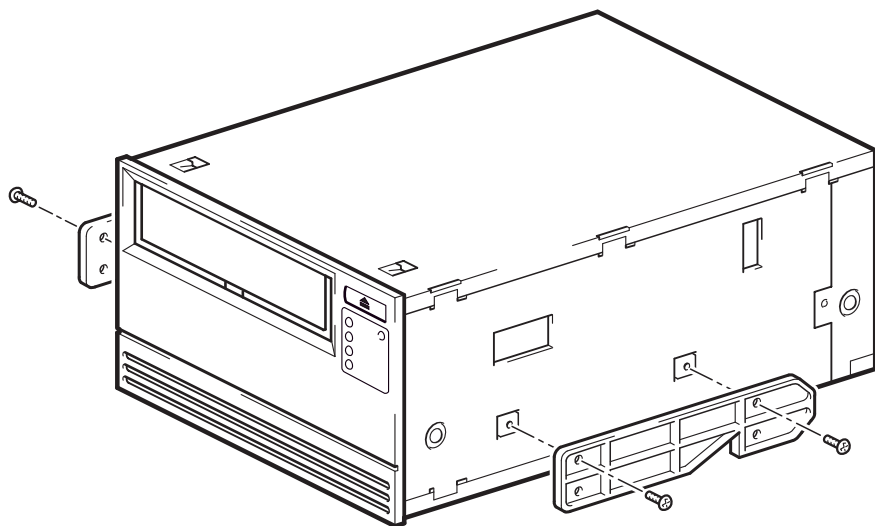

図 5a: 標準的な HP ProLiant 530 または 570 サーバでマウント用レールを取付ける
- 1 通常のプラス・ドライバを使用して正しいレールに取付けます。図 5a のように、テープ・ドライブ付属の M3 ネジを使用します。